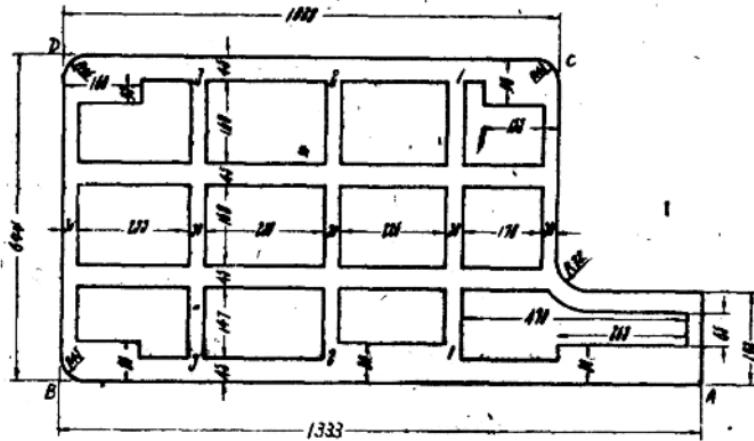

图 6
①置木框（參照图6）于机头框底板安裝机座上，根据前側、內側繪校正木框位置后，用鉛筆將木框投影描于机座上。